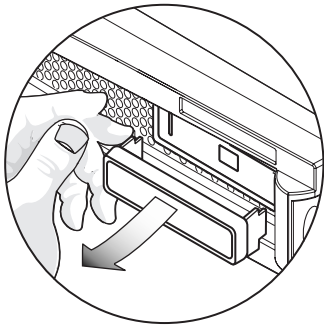

ABBILDUNG 1-5 Ziehen der rechten Halteklammer weg vom Frontrahmen
2. Ziehen Sie die rechte Halteklammer vom Frontrahmen weg, damit der Frontrahmen das Typenschild freigibt (siehe ABBILDUNG 1-5).